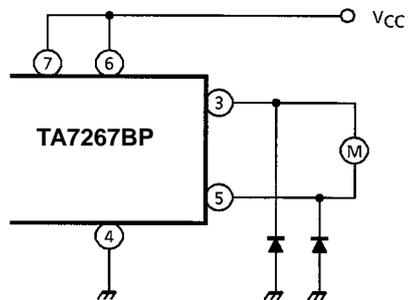

図 4
**(3) 応用上の注意事項**
- i) ブレーキが甘い場合は、内蔵されている下側のダイオードと並列に適切なダイオードを接続してください。(図 4)